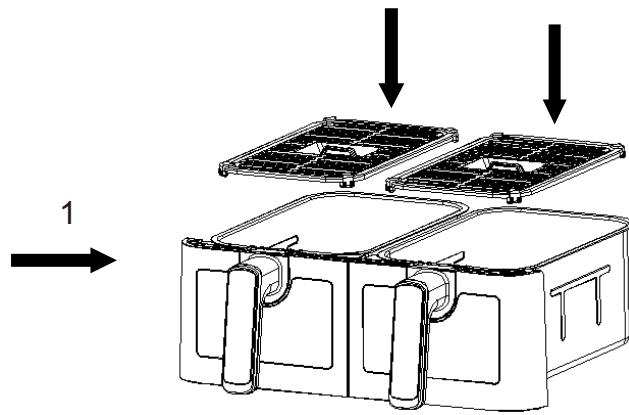

Fig.5
3. Colocar o cesto na estrutura (Fig. 5).